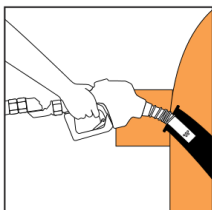

Figure 4
- Поднимите рукоятку на TDW-11A (TDW-7H) для начала налива. (См. figure 4)